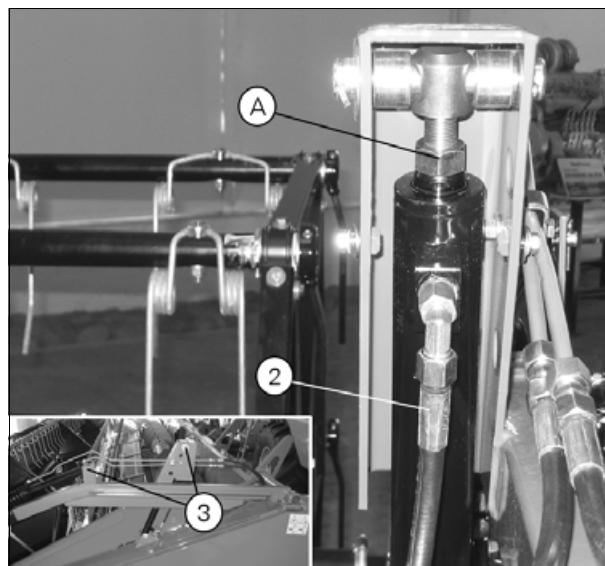

Рис. 1.
4. После установки необходимо отрегулировать мотовило при помощи резьбового стержня (А) (рис. 1), чтобы расстояние от верхнего края ножа до концов пружинных зубьев мотовила составляло  $27 \pm 7$  мм. Мотовило при этом должно быть максимально отведено назад.
Также необходимо проверить, что мотовило при подъеме располагается параллельно земле. При необходимости выполните регулировку при помощи резьбового стержня (А) (рис. 1).